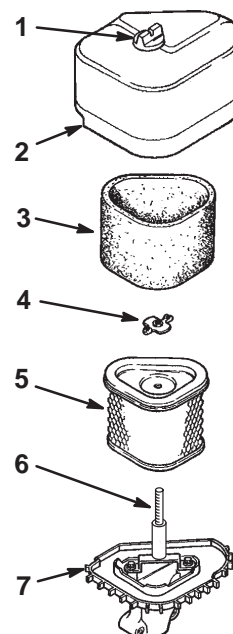

Figure 19
3. Nettoyez la surface autour du filtre à air pour éviter que des impuretés ne s'introduisent dans le moteur et l'endommagent. Dévissez le bouton et déposez le couvercle du filtre à air (Fig. 19).
4. Enlevez l'écrou papillon et retirez l'ensemble élément en mousse et élément en papier du goujon (Fig. 19).
5. Enlevez délicatement l'élément en mousse de l'élément en papier (Fig. 19).
- Glissez délicatement l'élément en mousse sur l'élément en papier (Fig. 19).
- Posez l'ensemble filtre à air sur sa base (Fig. 19).
- Reposez le couvercle du filtre à air et fixez-le en place avec l'écrou (Fig. 19).